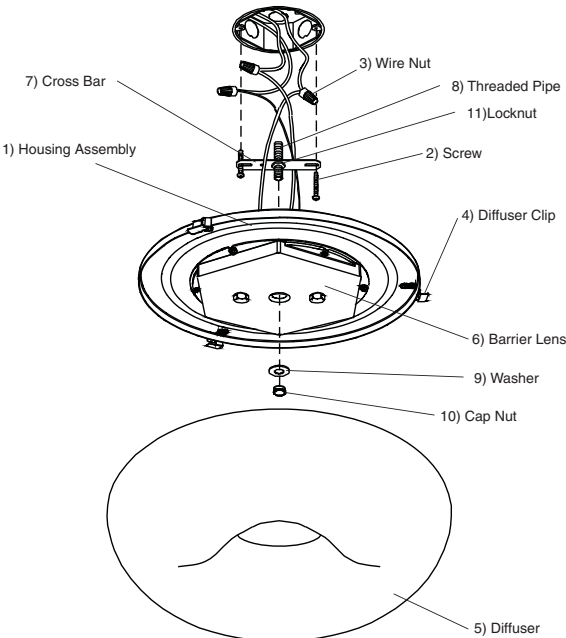

Figure 1
4. L'alimentation coupée, soutenir fermement le bloc boîtier (1) et connecter le fil de terre vert de l'appareil au fil de terre nu en cuivre de la boîte de jonction à l'aide d'un capuchon de connexion (3). (Si le câblage d'alimentation ne comprend pas un fil de mise à la terre, consulter votre code d'électricité local et vérifier les méthodes conformes de mise à la terre). Voir la Fig. 1.
5. Employer les capuchons de connexion (3) pour connecter le fil noir de l'appareil au fil noir d'alimentation et le fil blanc au fil blanc d'alimentation. Voir la Fig. 1.
7. Alignez la tige filetée (8) à l'orifice central du boîtier. Poussez l'ensemble de boîtier (1) sur la surface du plafond. Installez la rondelle (9) sur la tige (8) et fixez le dispositif à l'aide de l'écrou borgne (10). Remarque : L'écrou borgne (10) ne doit être serré qu'à la main. Ne serrez pas excessivement.
4. With the power turned off, hold the fixture Housing Assembly (1) firmly and connect the green ground wire from the fixture to the bare copper ground wire from the junction box using a Wirenut (3). (If house wiring does not include a ground wire, consult your local electrical code for approved grounding methods). **See Fig. 1.**
5. Use Wirenuts (3) to connect black fixture wire to the black power supply wire and white fixture wire to the white power supply wire. **See Fig. 1.**
6. Hold Housing Assembly (1) in one hand and with the other hand position wires up and into outlet box.
7. Align Threaded Rod (8) with center hole on Housing. Push Housing Assembly (1) to ceiling surface. Install Washer (9) onto Rod (8) and secure fixture with Cap Nut (10).
4. Con la electricidad apagada, sostenga la Ensamblaje de la carcasa (1) firmemente y conecte el alambre verde de conexión a tierra del luminario al alambre desnudo de cobre de la caja de ensambladura usando un capuchón de alambres (3). (Si el alambrado de la casa no incluye un alambre de hacer tierra, consulte su código eléctrico local para métodos aprobados de hacer tierra. **Vea Fig. 1.**
5. Use Capuchones de Alambres (3) para conectar el alambre negro del luminario al alambre negro de suministro eléctrico y el alambre blanco del luminario al alambre blanco de suministro eléctrico. **Vea Fig. 1.**
6. Sostenga el Ensamblaje de la Carcasa (1) con una mano y\ con la otra estire los cables dentro del la caja de conexiones.
7. Alinee la vara roscada (8) con el orificio central en la carcasa. Empuje el conjunto de la carcasa (1) a la superficie del techo. Instale la arandela (9) en la vara (8) y asegure el montaje con la tuerca ciega (10).